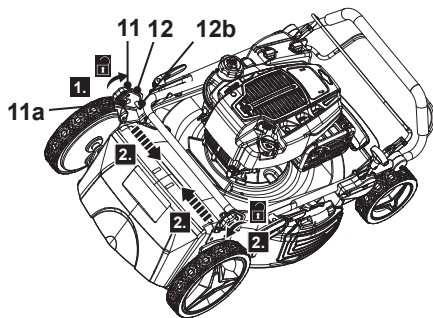

Fig. 1
2. Dévisser les deux boutons de verrouillage (11) des supports de poignée (12) dans le sens antihoraire, puis retirer le bouton de verrouillage (11), la rondelle (11b) et le boulon de fixation (11a) (Fig. 1, étapes 1, 2). Les conserver en lieu sûr pour éviter toute perte.